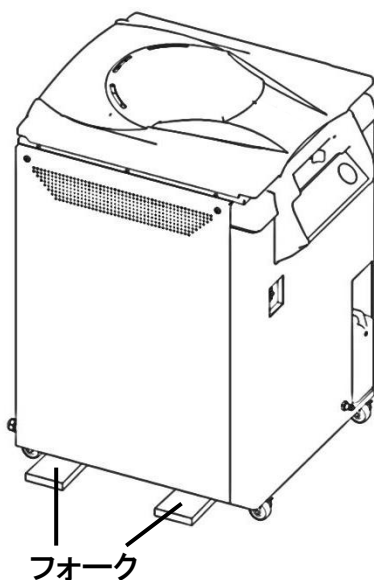

図2
- ❗ フォークリフトで持ち上げる際は、キャスターを避けて底板の下にフォークを入れてください。(図2)